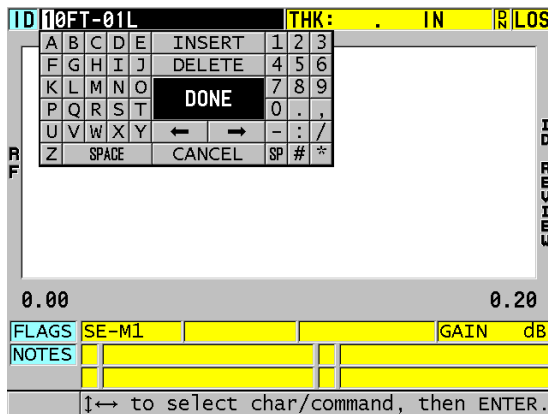

図 11-28 ID 番号編集モードの編集
4. [ID#] をもう一度押し、ID 値を変更します (219 ページの図 11-28 参照)。